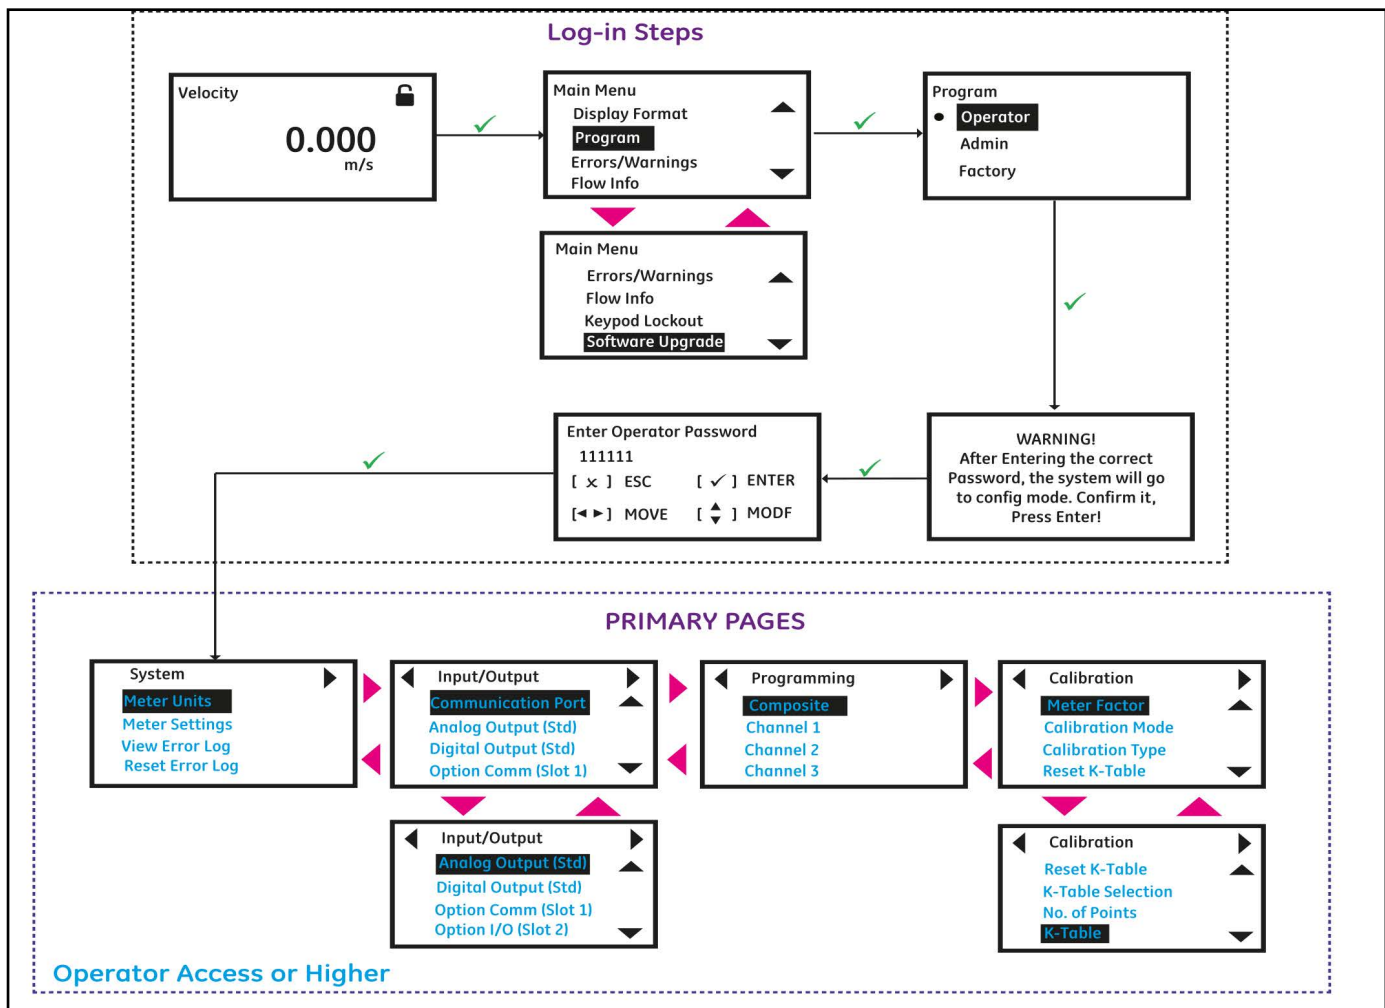

Figura 27: Pasos para iniciar sesión y páginas principales
5. Una vez completados los pasos de inicio de sesión, verá las páginas principales como se muestra en *Figura 27*. Para pasar de una página a otra, pulse [◀] o [►] y para desplazarse a las opciones dentro de una página pulse [▲] y [▼].